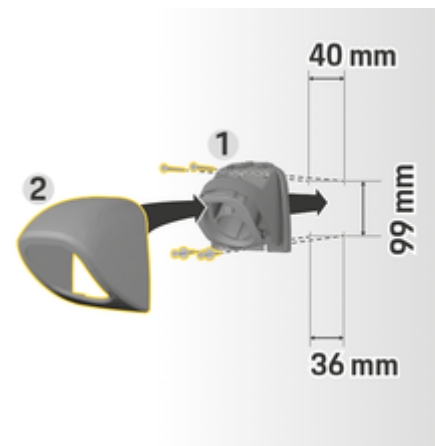

図. 9: ドリル寸法
1. コネクタースタスナー 1 (図. 9) をカバー 2 (図. 9) から取り外します。
4. コネクタースタスナー 1 (図. 9) を壁にネジ留めしてください。
5. カバー 2 (図. 9) をコネクタースタスナー 1 (図. 9) に下から取り付け、押し上げてください。